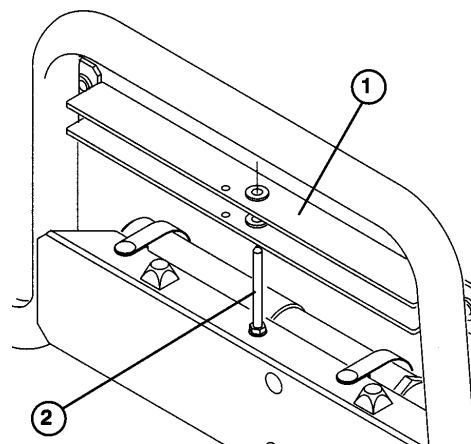

Fig. 23
2. Fjern ladets stiver fra opbevaringstappen ovenpå den bageste kanal på Workman® vognen (Fig. 23).